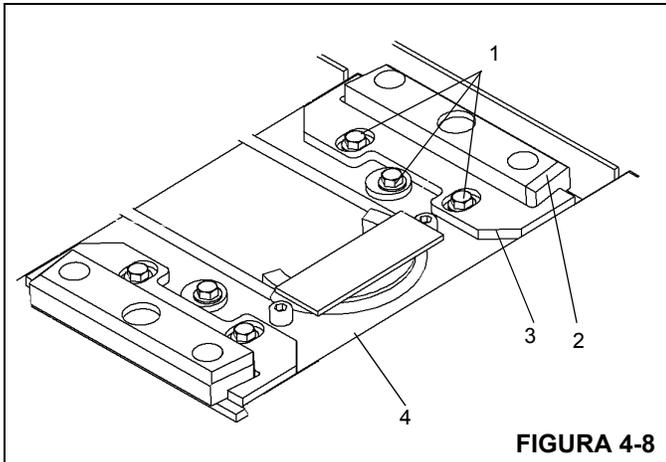

FIGURA 4-8
7. Retire los pernos, las arandelas y las arandelas descendidas (1) que fijan cada almohadilla de desgaste superior trasera ajustable (2). Retire las almohadillas de desgaste, las placas retenedoras (3) y los pernos de la parte superior de la sección central exterior (4) (Figura 4-8).